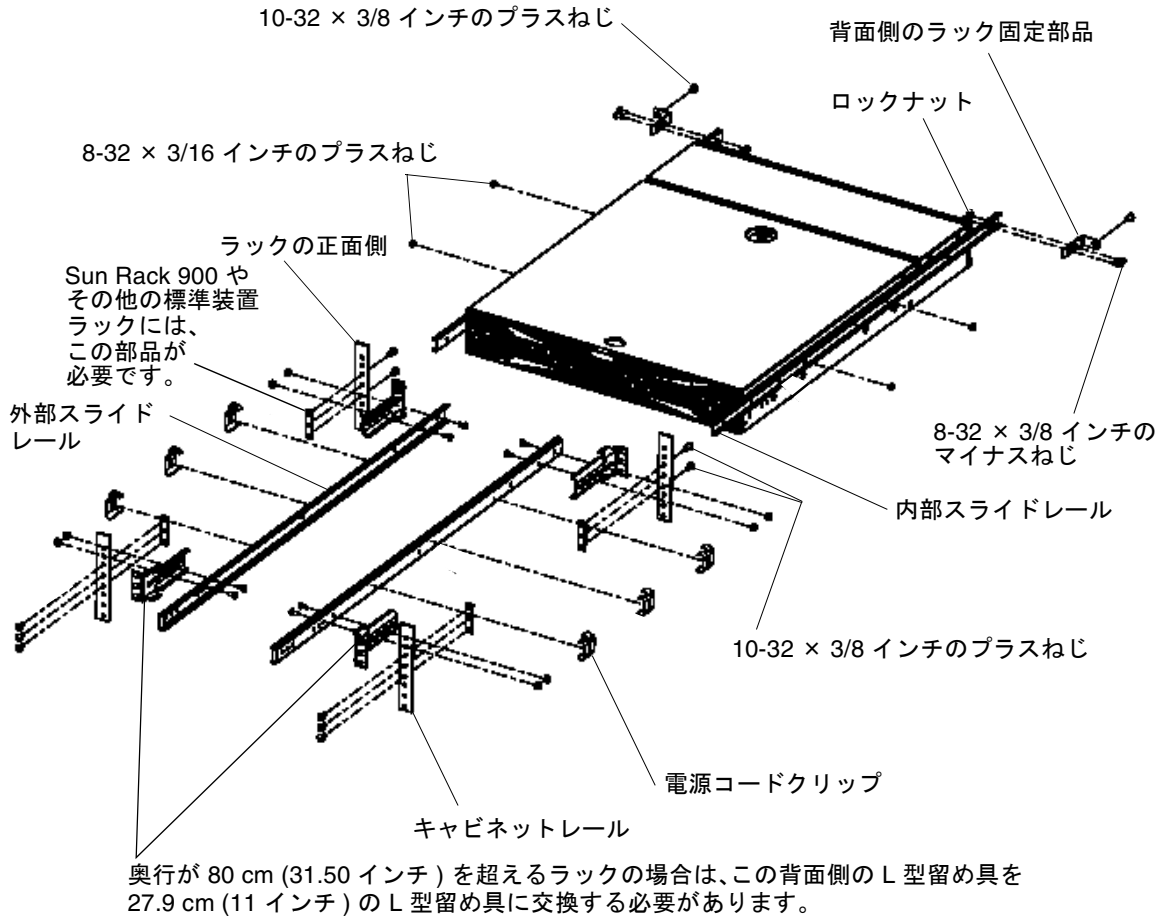

図 3-3 Sun StorEdge Network 2 Gb Brocade SilkWorm 3900 スイッチのラックへの搭載
- a. 図 3-3 のように、スイッチの背面側のラック固定部品を内部スライドレールのロック解除レバーが付いていない方の端に合わせます。
3900 スイッチがラックの正面から引き出せるように、図 3-3 に示すとおり、スライドレールの閉じている方の端をラックの背面側に向けて取り付けます。
- d. 図 3-3 のように、2 本の 10-32×3/8 インチのプラスねじを使用して、スライドレールの正面側の留め具を対応するラックレールに取り付けます。
- a. 図 3-3 のように、3900 スイッチをできるかぎりラックの近くに位置付けて、内部スライドレールを外部スライドレールに挿入します。